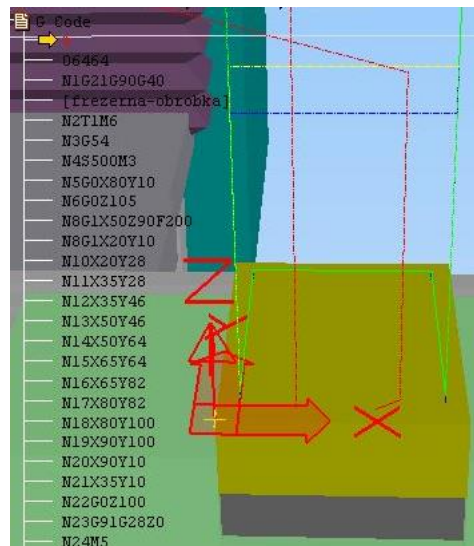

Рисунок 3.16 - Вікно візуалізації
7.4. У вікні візуалізації з'явилась траєкторія руху інструментів та управляюча програма (рис. 3.16).